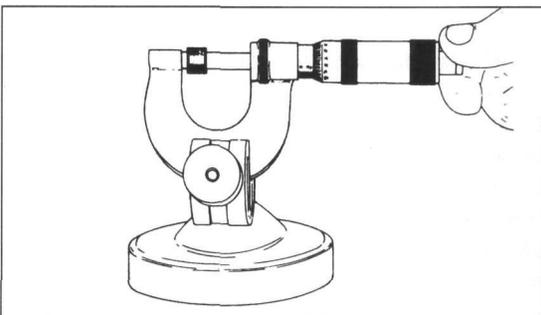

Bild 26
- Käppchendicke mit Mikrometer messen (Bild 26) und gegen entsprechend dickeres oder dünneres tauschen, um Spielmaß in Toleranzbereich einzustellen. Käppchen sind erhältlich in 0,05mm-Abstufung von 2 – 5 mm Dicke.